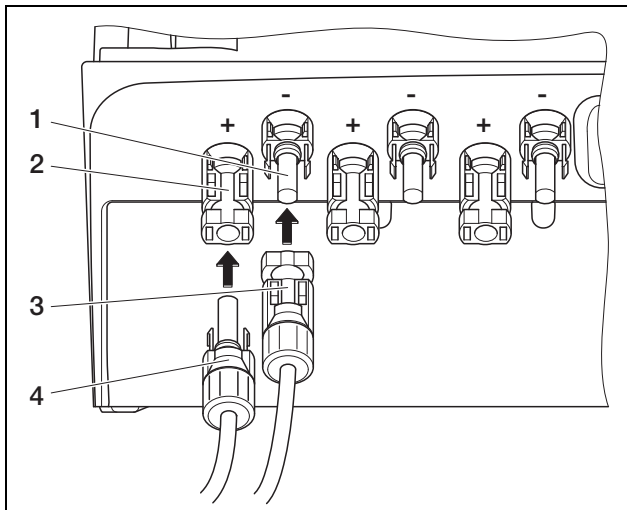

Abbildung 20: PV-String anschließen
- Stecken Sie die Stecker des PV-Strings bis zum Einrasten in die entsprechenden Gegenstücke am Wechselrichter (Abbildung 20).